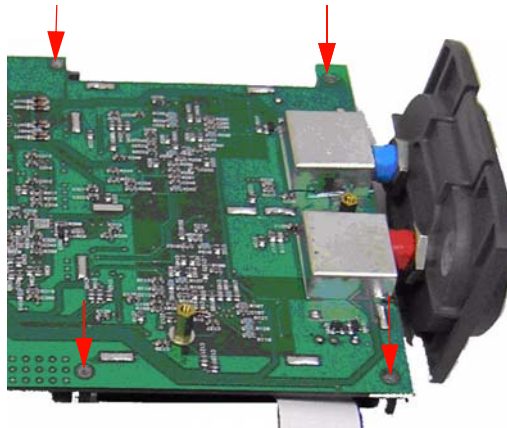

Figura 8-14 Tire os quatro parafusos para desmontar a unidade do visor LCD
- 2 Afrouxe os quatro parafusos localizados na Figura 8-14.